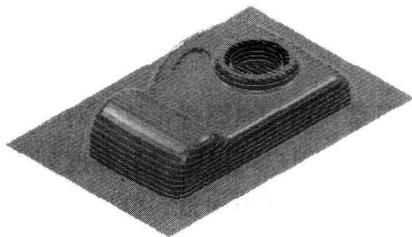
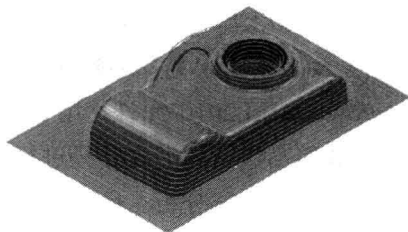

图 1-2 平行等高刀具路径
图 1-3 偏置等高刀具路径
1) PowerMILL2010 新增加了平行等高精加工、偏置等高精加工等新的刀具路径策略,示例分别如图 1-2 和图 1-3 所示。